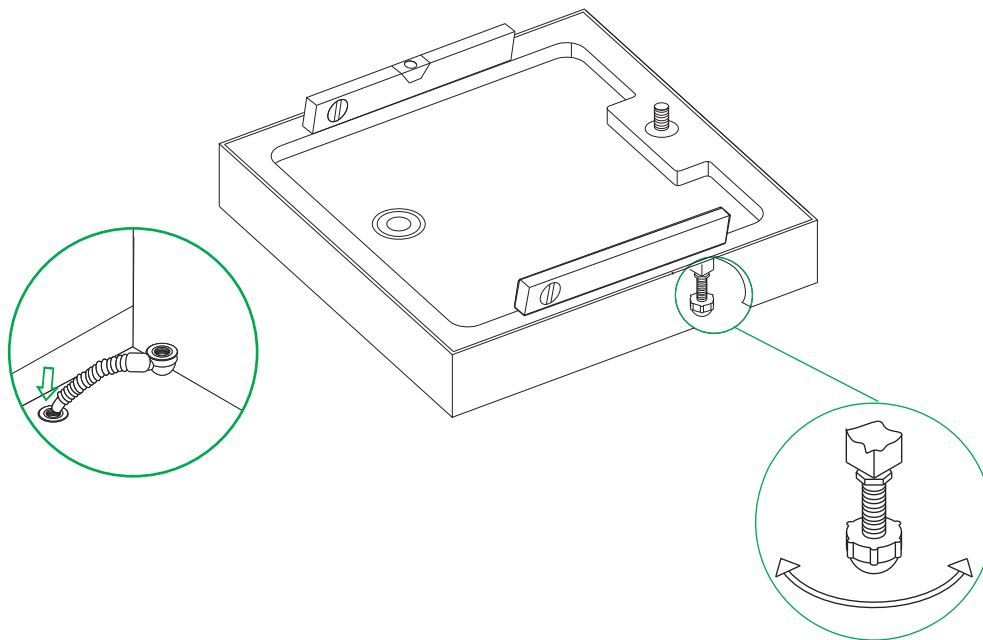

Рис. 3 / 3-сур.
2. Установите поддон в горизонтальном положении, используя уровень и регулировку ножек поддона (рис. 3).